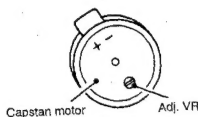

Fig. 3-2
3. Adjust the variable resistor (Fig. 3-2) to get the adjustment value of 3,000Hz to 3,010Hz (V-5010 only).
3. 周波数値を3,000~3,010Hzの範囲内にFig. 3-2に示すVRを調整する。(V-5010のみ)